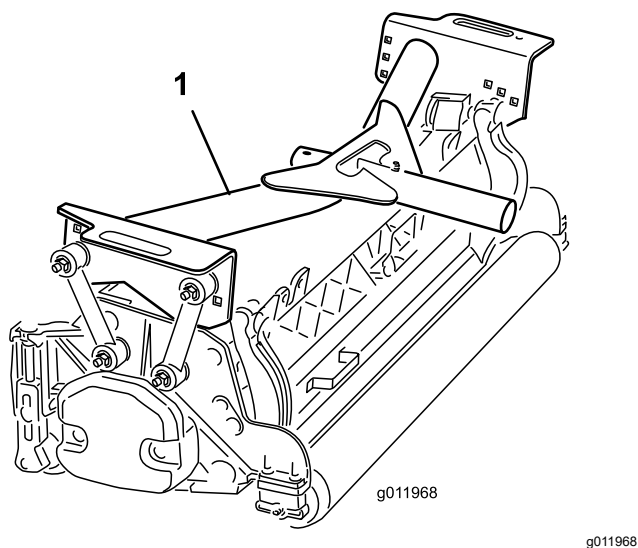

図 16
2. 前キャリアフレーム図 16 を各前カッティングユニットに載せる。